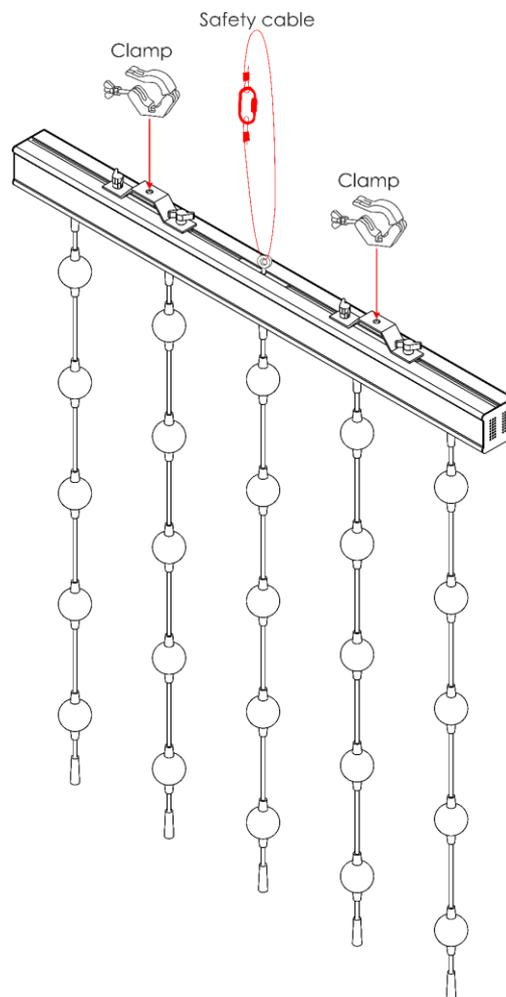

Fig. 04
- 03) Sujete el dispositivo con una suspensión secundaria, por ejemplo, un cable de seguridad. Asegúrese de que la suspensión secundaria puede soportar 10 veces el peso del dispositivo. Si es posible, la suspensión secundaria debería conectarse a una estructura de soporte independiente de la suspensión primaria. Pase el cable de seguridad a través del **anillo de seguridad (10)** como se indica en la Fig. 04